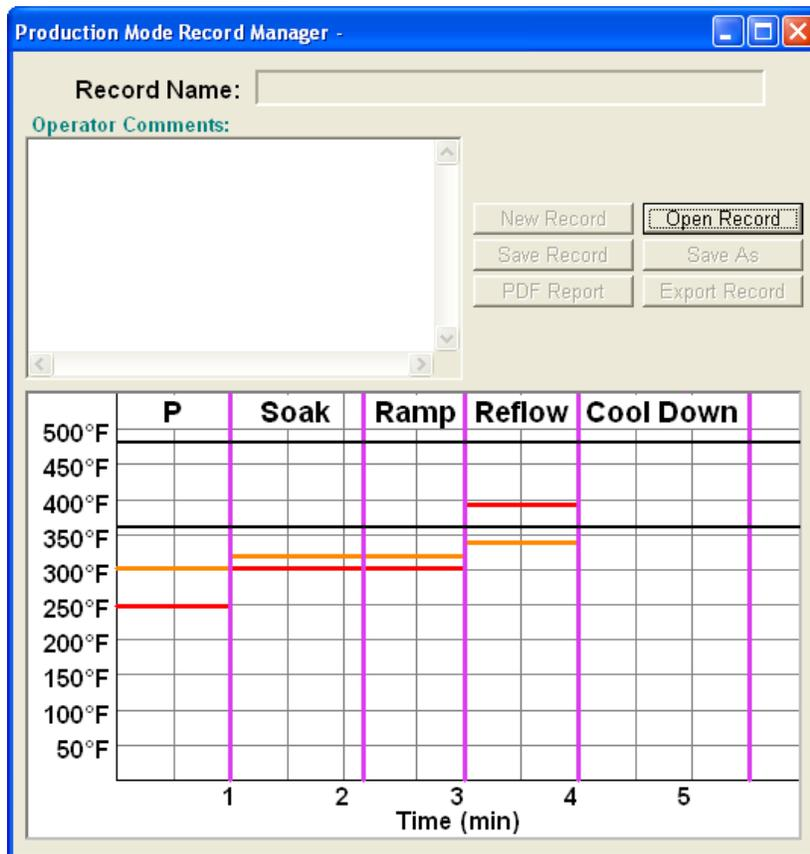

Abbildung 6c
- xi. Funktionen des Produktionsmodus-Aufzeichnungsmanagers (Abbildung 6c)